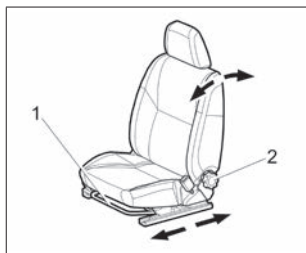

Рис. 9. Переднее сиденье
Рис. 9а. Переднее сиденье
Для регулировки передних сидений в продольном направлении потяните блокирующий рычаг **1** (рис. 9) вверх. После установки сиденья в удобное положение опустите рычаг и, небольшим перемещением сиденья вперед-назад, добейтесь его надежной фиксации.
**В варианном исполнении** в автомобиле реализуется функция регулировки переднего сиденья по высоте. Чтобы изменить угол наклона и положение подушки сиденья, поднимайте либо опускайте рычаг (см. рис. 9а), расположенный с внешней стороны подушки. Для того чтобы опустить подушку сиденья, толкните рычаг несколько раз вниз. Для того чтобы поднять подушку сиденья, потяните рычаг несколько раз вверх. Наклон спинки сиденья регулируется бесступенчато